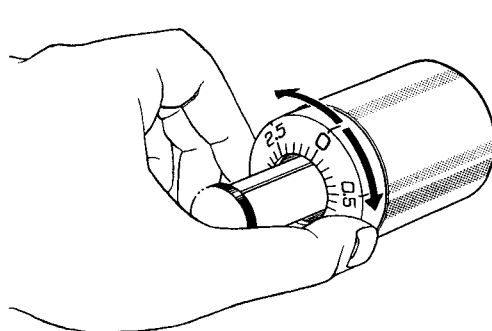

Fig. 8
4. Reposez le bras de lecture sur son support. Tout en empêchant le contrepois principal de bouger, tournez l'anneau gradué jusqu'à ce qu'il indique la position «0». (Fig. 8).
4. Tonarm auf die Stütze zurücklegen. Ausgleichsgewicht mit einer Hand festhalten und den Stellring mit der anderen auf «0» einjustieren. (Fig. 8).
4. Breng de toonarm terug op de steun. Houd nu het contragewicht vast en draai aan de indicatorring tot hij op 0 staat. (Fig. 8).
4. Sätt tillbaka tonarmen i armhållaren. Håll nu motvikten på plats och vrid endast den numererade ringen så att den står i «0»-läget. (Fig. 8).